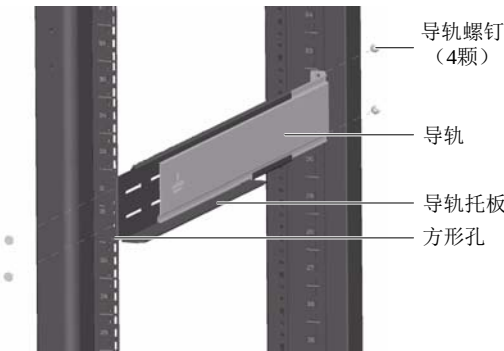

图2-10 安装导轨
- 3) 将导轨的安装孔对准机架方形孔，用导轨螺钉将导轨固定在机架上，左右导轨各需 4 颗导轨螺钉，如图 2-10 所示。